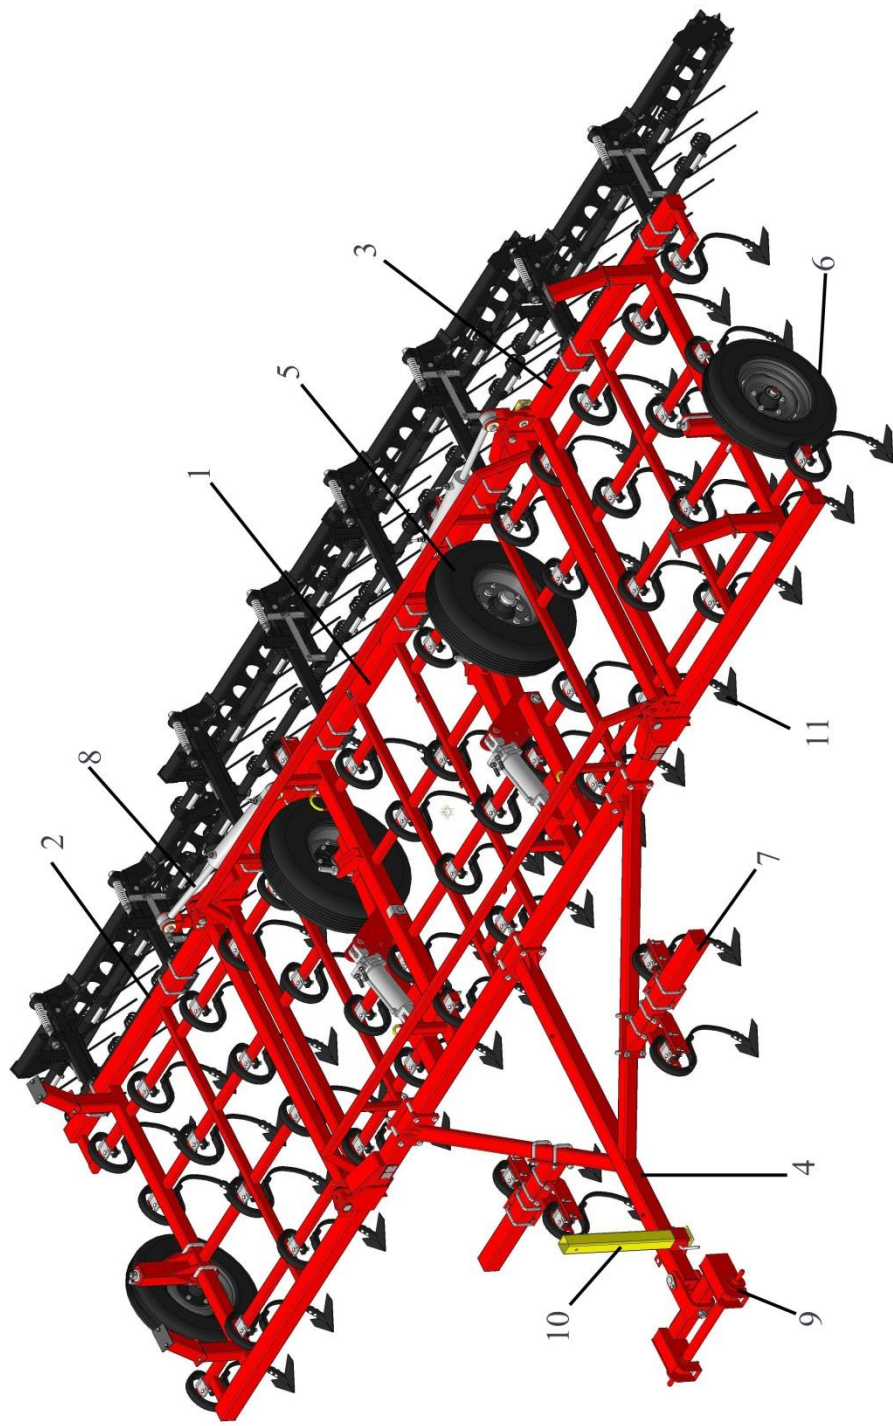
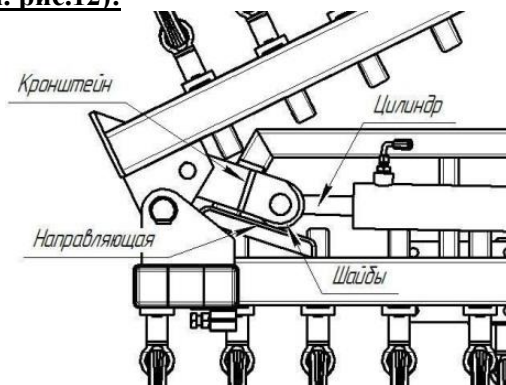

Рисунок 1 – Общий вид культиватора в рабочем положении
Рисунок 12
3.1 Культиваторы КПМ-4/6/8 представляют собой прицепные машины, состоящие (рисунок 1) из центральной секции 1, прицепного устройства 4, двух крыльев 2 и 3 (для КПМ-6/8), опорных колёс 5, копирующих колёс 6 (для КПМ-6/8), следорыхлителей 7 и гидросистемы.
4.4 Перевод в рабочее положение (см. рис.1 и рис.12):
**!При переводе культиваторов КПМ-6/8 из транспортного положения в рабочее, для плавного открытия крыла (открылка), убедитесь в том, что шайбы кронштейна лежат на наклонной поверхности направляющей (см. рис.12)!**